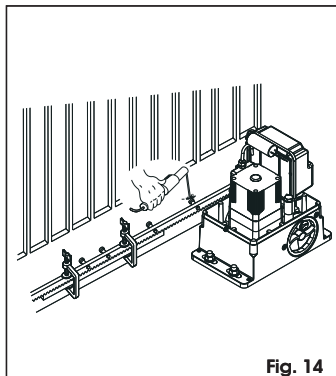

Fig. 14
5. Accostare un altro elemento di cremagliera al precedente utilizzando, per mettere in fase la dentatura dei due elementi, un pezzo di cremagliera come indicato in Fig.14.